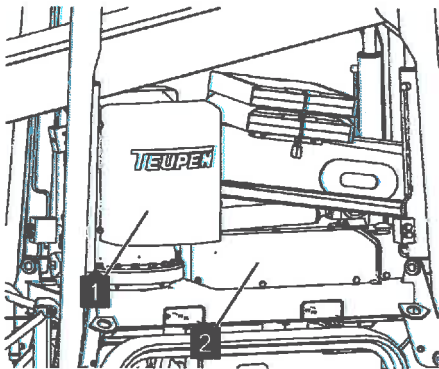

Abb. 89: Abdeckhauben abnehmen
2. ↪ Abdeckhauben (Abb. 89/1 und 2) abnehmen.
Unter der Abdeckhaube (Abb. 89/1) befinden sich die Ventile zum Bühnenbetrieb (↪ Kapitel 6.13 „Ventilbelegungen“ auf Seite 95) und unter der Abdeckhaube (Abb. 89/2) die Ventile zum Stützenbetrieb (↪ Kapitel 6.13 „Ventilbelegungen“ auf Seite 95).